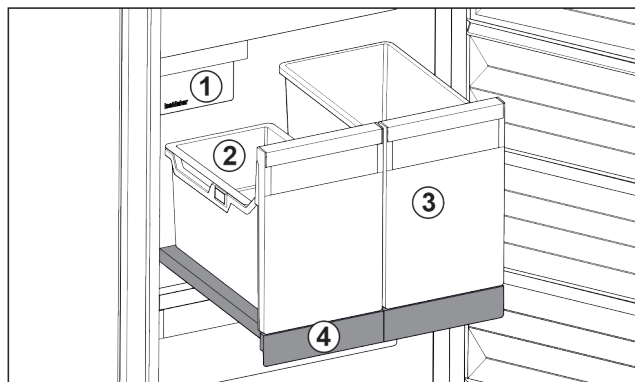

Fig. 138 Kihúzható rács IceTower egységgel
- (1) IceMaker
- (2) Beakasztható tálca a jégkockáknak
- (3) Tároló pl. pizza vagy alkoholos italok számára
- (4) Kihúzható rács
A kihúzható rácson két magas tároló van kialakítva (IceTower). A tárolóban Fig. 138 (2) gyűlnek össze és tárolhatók az IceMaker által készített jégkockák. A tároló Fig. 138 (3) magas élelmiszerek tárolására alkalmas, például pizza vagy az alkoholos ital tehető bele.